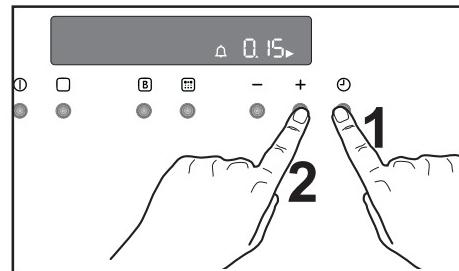

Abb. 7
- 1) Wählen Sie mit der Taste die Kurzzeituhrfunktion an. Das entsprechende Symbol blinkt und auf der Bedienblende erscheint "0.00". (Abb. 7)